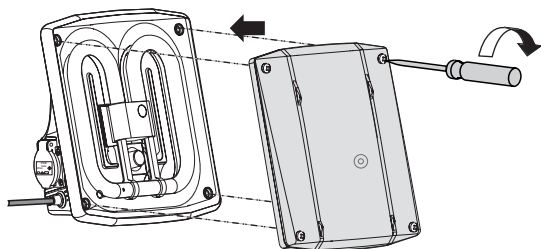

Abb. 17
5.1.5 Montieren Sie die Arbeitsleuchte wieder zusammen, indem Sie die Abdeckhaube an die vorherige Stelle einlegen und den Gummischutz wieder über die Haube stülpen. Dann mit den 4 Schrauben die Haube wieder festschrauben. (Abb. 17)